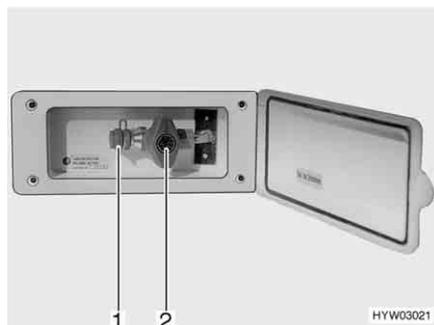

Bild 108 Externer Gasanschluss (Gasabsperventil geschlossen)
Der externe Gasanschluss (Bild 108) befindet sich je nach Modell am Heck oder auf der linken bzw. rechten Fahrzeugseite.
- Externes Gasgerät an der Anschluss-Stelle (Bild 108,1) anschließen.
- Das Gasabsperventil (Bild 108,2) öffnen.